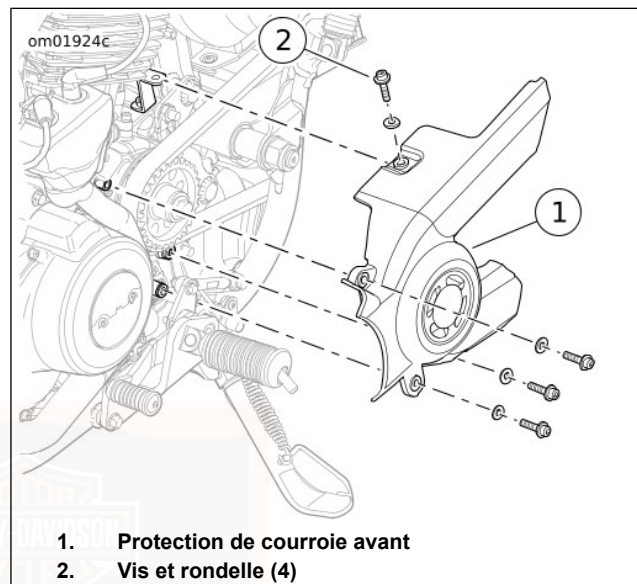

Figure 46. Protection de courroie avant
7. Voir Figure 46. Déposer la protection de courroie avant.
- a. Retirer les vis et les rondelles (2).
- b. Déposer la protection de courroie avant (1).
9. Voir Figure 46. Placer la protection de courroie avant (1). Poser les vis et les rondelles (2). .